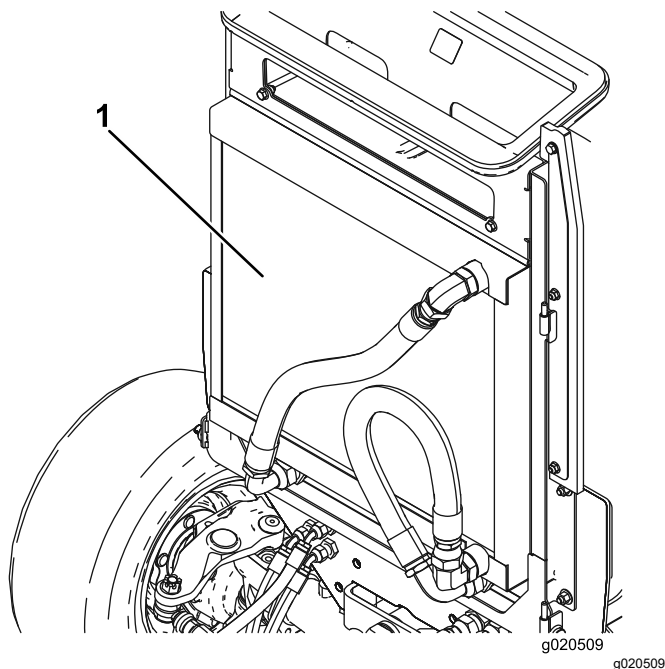

Рисунок 73
3. Тщательно очистите сжатым воздухом обе стороны радиатора и маслоохладителя (Рисунок 73).